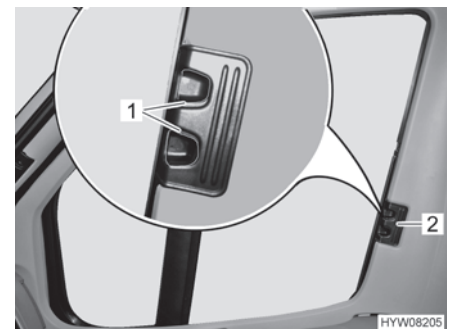

Fig. 24 Estor plegable para la ventana del conductor/acompañante
- Introducir los estores plegables para la ventana del conductor y la ventana del acompañante hasta el tope desplazando el tirador (Fig. 24,2).
- Dejar que engatillen los tiradores de desbloqueo (Fig. 24,1).